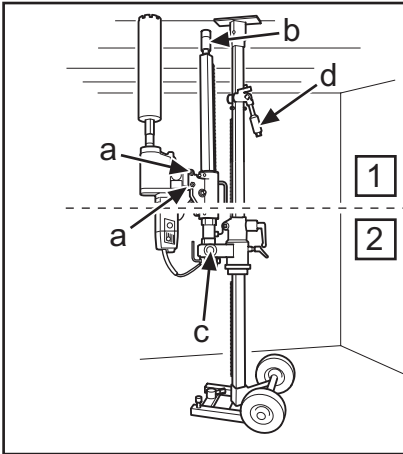

Fig.16
3. Montera bormaskinen i snabbfästet, skruva åt låsskruvarna (a) (Fig.16) med 24 mm nyckel.
4. Kontrollera att stämpskruven (b) i borrarpelet är i inskruvat läge. Fäll upp och lås borrarpelet med mutter 30 mm (c) (Fig. 16).
3. Monter boremaskinen i lynkoblingen, og spænd låseskruerne (a) (Fig. 16) med en 24-mm-nøgle.
4. Kontrollér, at stempelskruen (b) i boresøjlen er skruet ind. Fæld boresøjlen op, og lås den med 30-mm-møtrikken (c) (Fig. 16).
3. Monter bormaskinen i hurtigfestet, skru til låseskruene (a) (Fig. 16) med 24 mm nøkkel.
4. Kontroller at søyleskruen (b) i borsøylen er skrudd inn. Fe opp og lås borsøylen med mutter 30 mm (c) (Fig. 16).
6. Skruva in stämpskruven mot taket för att fixera borrhjulet, säkra med låsmutter 30 mm (b) (Fig.16). Använd en träregel som mellanlägg.
6. Skru stempelskruen mod taget for at fikser boresøjlen, og sørg for at sikre den med 30-mm-låsemøtrikken (b) (Fig.16). Brug et stykke træ som mellemlæg.
6. Skru inn søyleskruen mot taket for å fikser borsøylen, sikre med låsemutter 30 mm (b) (Fig.16). Bruk en treplanke som mellomlegg.